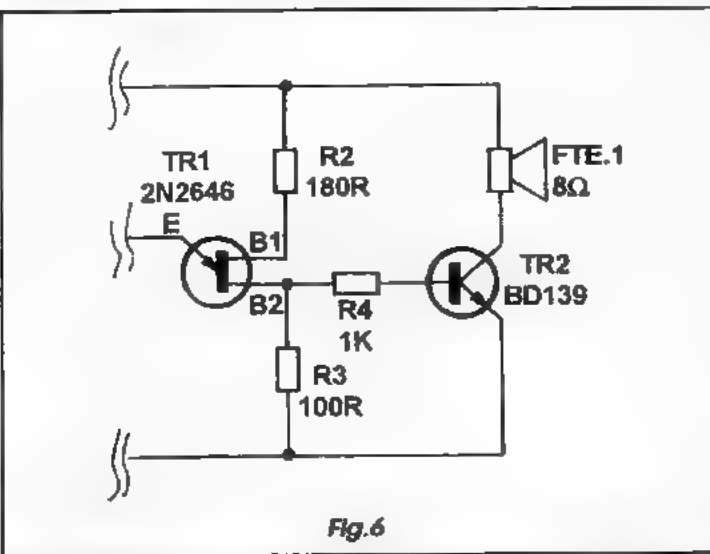

Fig. 6
- **FIG. 6** - Não é muito difícil se *levantar* a intensidade (naturalmente baixa) do som gerado por um arranjo oscilador do tipo descrito na figura anterior. Basta dotá-lo de um *reforçador* simples, conforme mostra o diagrama: no caso, o alto-falante tem sua posição original ocupada por um resistor (R3) de 100R, com o sinal gerado sendo *puxado* através de um resistor (R4) de 1K - tipicamente - que aciona a base de um transistor *extra* (TR2). Este pode ser para média potência e, dependendo da tensão de alimentação (a partir de 9V, tipicamente...) deve ser dotado de um pequeno dissipador de calor... Sob 12V, por exemplo, a sonoridade se mostrará bastante forte...
nada impede que um bloco *reforçador* (como mostrado na FIG. 6) seja acoplado ao conjunto, se houver a necessidade de um som mais forte na saída final...